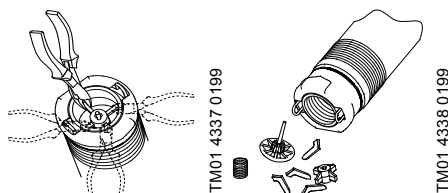

Fig. 7
1. Se decuplează picioarele supapei cu o pereche de clești laterali sau o unealtă asemănătoare, vezi fig. 7.